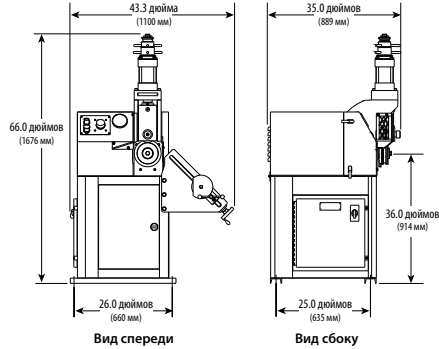

РИС. 1 – РАСПОЛОЖЕНИЕ КРЕПЕЖНЫХ БОЛТОВ СТАНКОВ VE424MC И VE436MC
2. Станки VE424MC и VE436MC рассчитаны на эксплуатацию на постоянном месте и должны быть установлены на ровном бетонном полу или фундаменте. После того как место установки выбрано, станок необходимо выровнять и надежно закрепить (смотрите Рисунок 1 на этой странице). Невыровненный станок может значительно затруднять выполнение операций накатки. После проверки положения станка поставьте пузырьковый уровень непосредственно на раму станка, как показано выше.
3е. Достаточное пространство вокруг станка и стабилизатора в сборе для выполнения регулировок и технического обслуживания (смотрите Рис. 1 или Рис. 2 на этой странице)